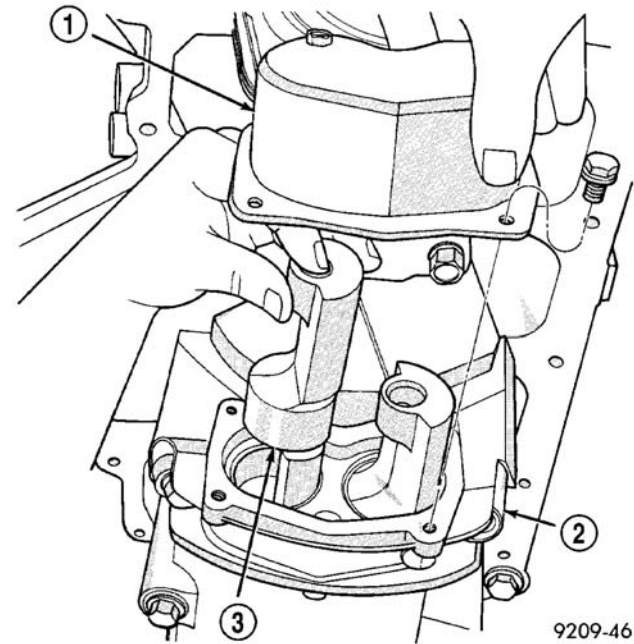

图 131 平衡轴-拆卸/安装
(8) 拆下齿轮罩与平衡轴。（图 131）
(9) 拆下承座到曲轴箱的四颗接合螺栓以使承座脱离发动机底板。